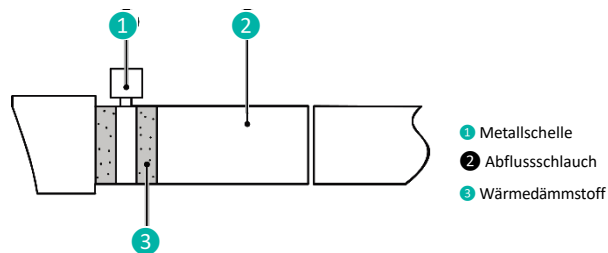

Abb. 4.3.2
- 1 Führen Sie den Abflussschlauch in die Abflussöffnung ein und befestigen Sie ihn mit Klebeband, wie in Abb. 4.3.2 dargestellt. Das Modell mit Wasserpumpe wird mit einem Abflussschlauch geliefert, während Sie bei den anderen Modellen den Abflussschlauch selbst beschaffen müssen.